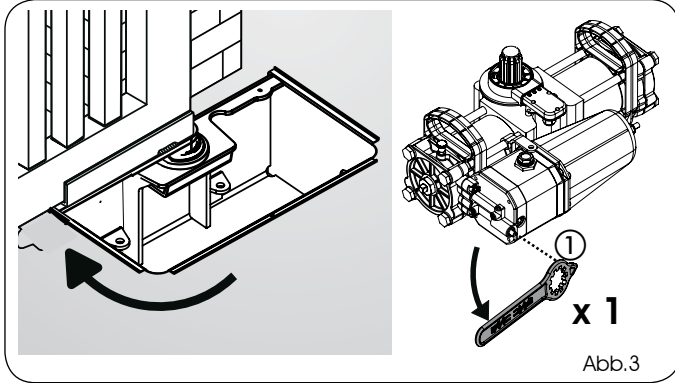

Abb.3
- 2) Unter Bezugnahme auf die Anweisungen in Kapitel 7.1 den Antrieb hydraulisch entriegeln und hierzu mit dem entsprechenden Schlüssel die Entriegelungsschraube (Abb. 3, Bez. ①) drehen.